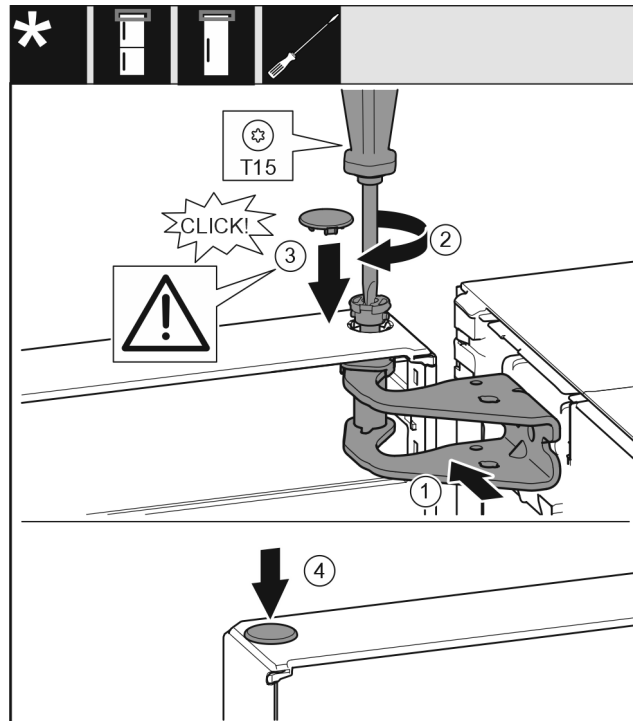

Fig. 19
- ▶ Joondage uks ülal laagripuki ava suhtes välja. Fig. 19 (1)
- ▶ Pange polt sisse ja keerake kruvikeerajaga T15 kinni. Fig. 19 (2)
- ▶ Monteerige ukse kindlustamiseks turvakate: pange turvakate sisse ja kontrollige, kas see toetub uksele. Vastasel juhul pange polt täielikult sisse. Fig. 19 (3)
- ▶ Pange kork sisse. Fig. 19 (4)